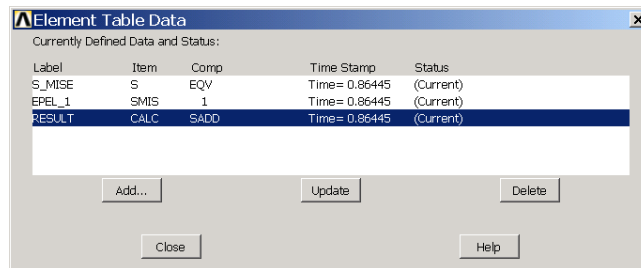

图6.30 单元表管理对话框
(3) 再次单击 Main Menu>General Postproc>Element Table>Define Table 菜单可看到新生成的单元表，如图 6.30 所示。